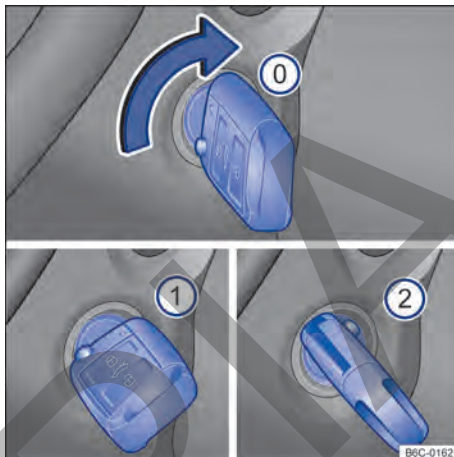

Fig. 86 Al lado del volante de la dirección, a la derecha: posiciones de la llave del vehículo en la cerradura de encendido.
Posiciones de la llave del vehículo → **fig. 86**
- ① Encendido desconectado. La llave del vehículo puede ser retirada.
- ② Encendido conectado.
- ③ Pise el pedal del freno (*vehículos con transmisión automática*), o el pedal del embrague (*vehículos con transmisión manual*) y encienda el motor. Cuando el motor arranque, suelte la llave del encendido. Al soltar, la llave del vehículo vuelve a la posición → **fig. 86** ①.
- *Vehículos con cerradura de encendido:* girar la llave del vehículo a la posición → fig. 86 ①. El encendido está conectado. En ese momento la luz de control del sistema de arranque en caliente  se encenderá en el instrumento combinado. Esperar a que la luz de control  se apague indicando el final del calentamiento del combustible (esta acción puede ser necesaria en condiciones de arranque con el motor frío).
- *Vehículos con cerradura de encendido:* gire la llave del vehículo en la tumbor de ignición hacia la posición → fig. 86 ② – no acelerar. Cuando el motor comience a funcionar, soltar la llave del vehículo en la cerradura de encendido.
- *Vehículos con cerradura de encendido*: girar la llave del vehículo en la cerradura de encendido a la posición → fig. 86 .